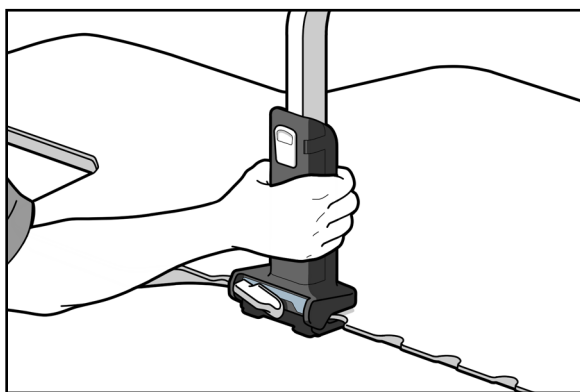

Fig. 1
1. Con la palanca de bloqueo en posición desbloqueada, fije una pinza de puente a cada lado del dispositivo. (Fig. 1)